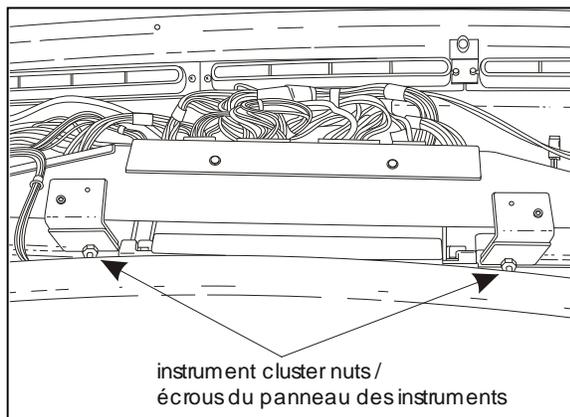

FIGURE 5
10. Dévisser les écrous fixant le panneau des instruments au logement du tableau de bord (Figure 5).